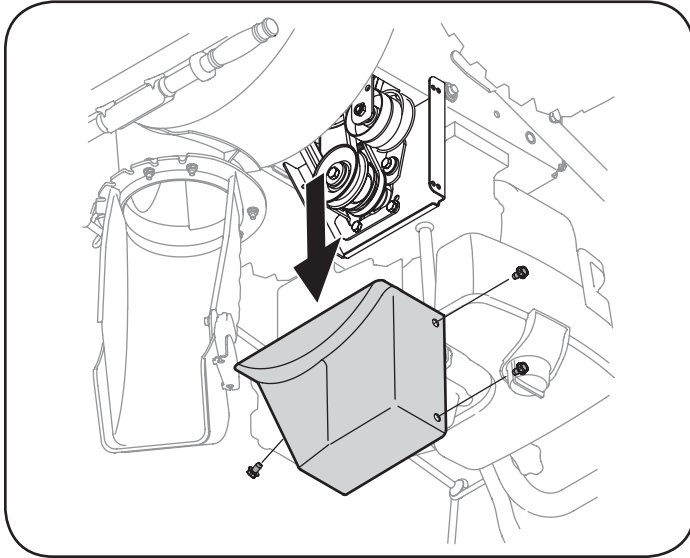

Figure 22
2. Enlevez le couvre-courroie en plastique sur le devant du moteur en retirant les trois vis autotaraudeuses. Voir la Figure 22.